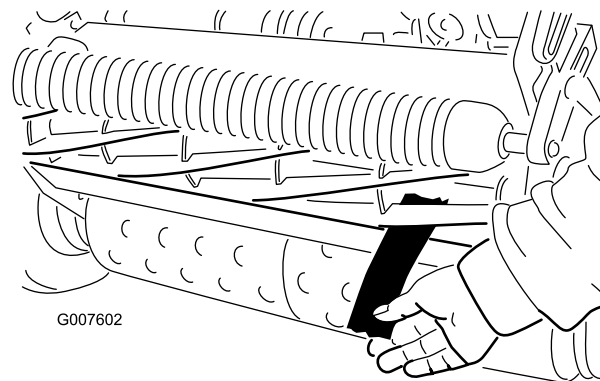
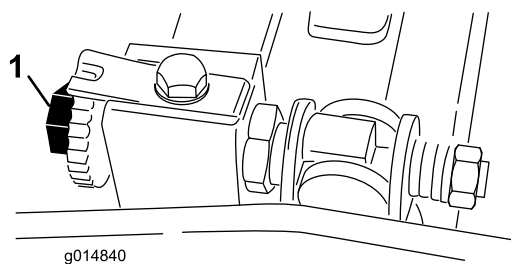

図 50
図 49
6. 両側の調整ができれば最終確認を行う：紙片をリールの前から差し込んだ時にははさむだけ、下から差し込むと切れるのが正しい調整である（図 50）。リールと下刃のごくわずかの接触で紙が切れなければいけない。接触を強くしないと切れない（リール回転トルクが0.79 Nm=7 inch-lb=0.08 kg.m 以上）場合には、鋭利な刃先を取り戻して精密なカットができるようにバックラップか研磨を行うことが必要； トロ研磨マニュアルを参照。
2. ベッドバー調整ネジ（図 49）を左に回して、リールと下刃の接触を完全になくす。
4. リール前面の左右いずれかの端を選び、リールと下刃の間に、長く切った新聞紙片を差し入れる（図 50）。リールをゆっくり前回転させながら下刃調整ネジを締める（新聞紙を入れた側の調整ネジを、1目盛りずつゆっくりと）。新聞紙を前から（ベッドナイフの上面に平行に）入れると軽く挟まれ、引き抜くのに少し力が必要な程度に調整する（図 49）。